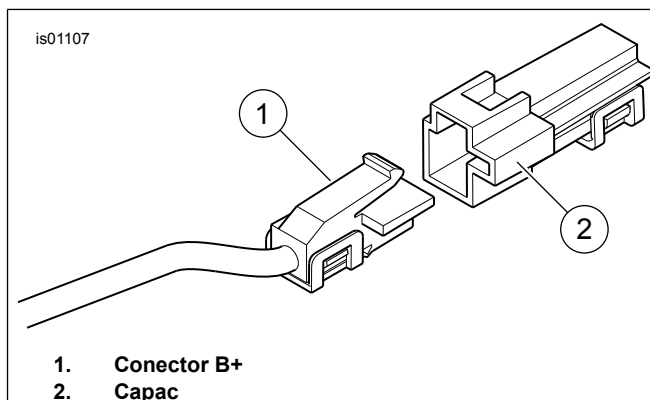

Figura 20. Conector B+
1. Consultați Figura 20. Găsiți conectorul B+ (polul pozitiv al bateriei) (1) de pe cablajul electric principal (un fir roșu cu un conector gri neutilizat), scoateți capacul (2) de pe conector.